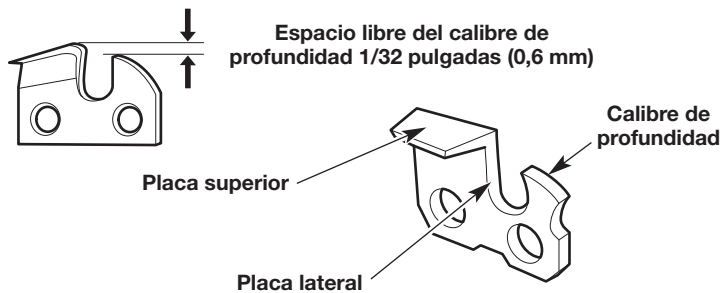

Fig. 36
- Mantenga la lima a nivel con la placa superior del cortador (Fig. 36). No deje que la lima baje o se balancee. Aplique una presión leve pero firme.